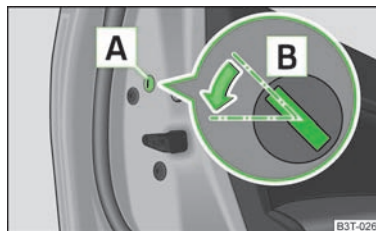

Abb. 17
- Die Blende **A** abbauen » Abb. 17.